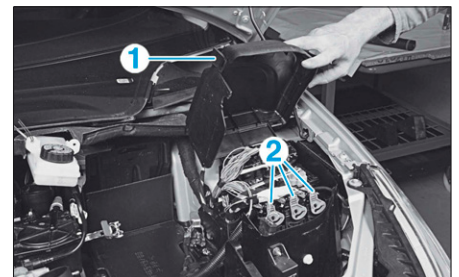

FIG. 15
- Dégrafer le couvercle du boîtier fusibles situé sur le passage de roue gauche en pressant les languettes (1) (Fig.15).
- Débrancher les connecteurs (2) du calculateur.